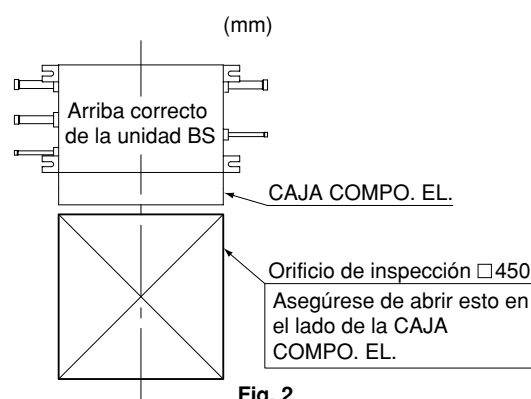

Fig. 2
- Lugares donde puede instalarse un orificio de inspección (**Refiérase a la Fig. 2**) en el lado de la CAJA COMPO. EL. (Vea la Nota).